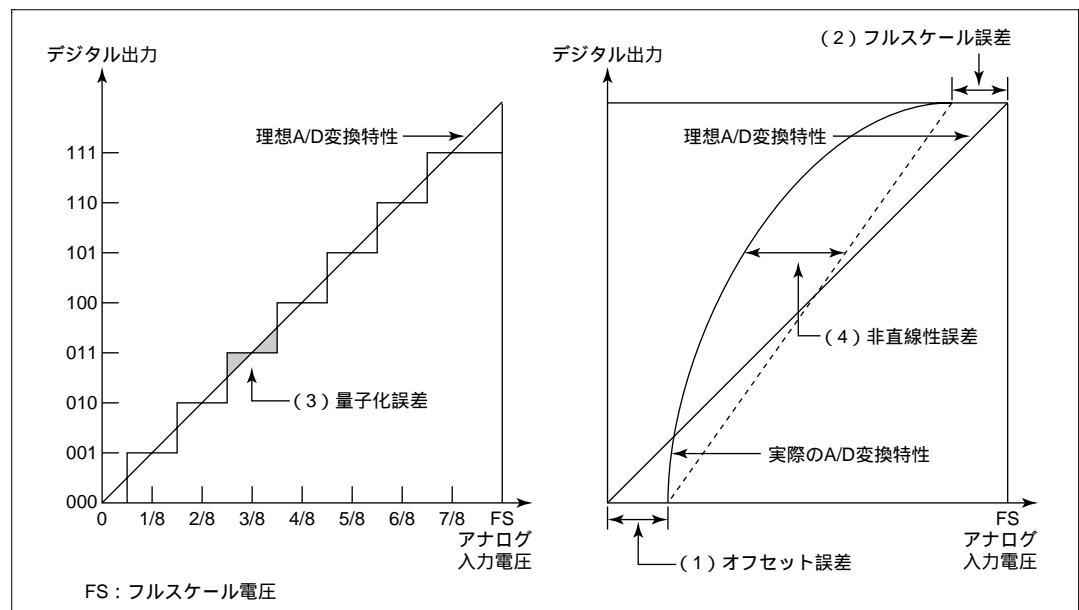

図 16.7 A/D 変換精度の定義
- (1) オフセット誤差
- (2) フルスケール誤差
- (3) 量子化誤差
- (4) 非直線性誤差
図 16.7 に沿って、上記 (1) ~ (4) の誤差を説明します。ただし、図ではわかりやすいように、10 ビットの中速 A/D 変換器を 3 ビットの中速 A/D 変換器に単純化しています。オフセット誤差とは、デジタル出力値が最小値 (ゼロ電圧) 000000000 (図では 000) から 000000001 (図では 001) に変化するときの、実際の A/D 変換特性と理想 A/D 変換特性との偏差 (図 16.7 (1)) です。フルスケール誤差とはデジタル出力値が 111111110 (図では 110) から最大値 (フルスケール電圧) 111111111 (図では 111) に変化するときの、実際の A/D 変換特性と理想 A/D 変換特性との偏差 (図 16.7 (2)) です。量子化誤差とは、中速 A/D 変換器が本質的に有する誤差であり、 $1/2\text{LSB}$ で表されます (図 16.7 (3))。非直線性誤差とは、ゼロ電圧からフルスケール電圧までの間の実際の A/D 変換特性と理想 A/D 変換特性との偏差 (図 16.7 (4)) です。ただし、オフセット誤差、フルスケール誤差、量子化誤差は含みません。